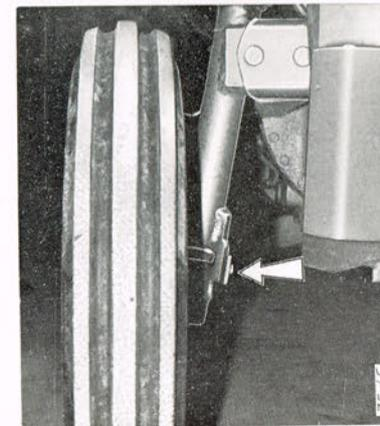

Fig. 56 ▲
- 6 — Aux deux positions les plus étroites, placer la butée amovible sur la butée de direction (fig. 56).